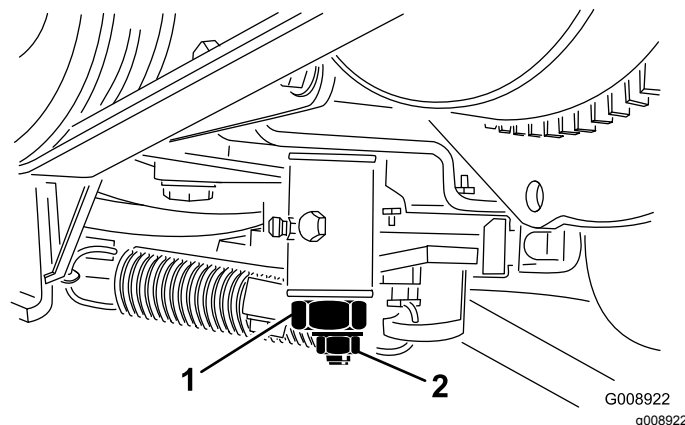

図 55
4. トラクション調整カムのロックナットをゆるめる(図 55)。